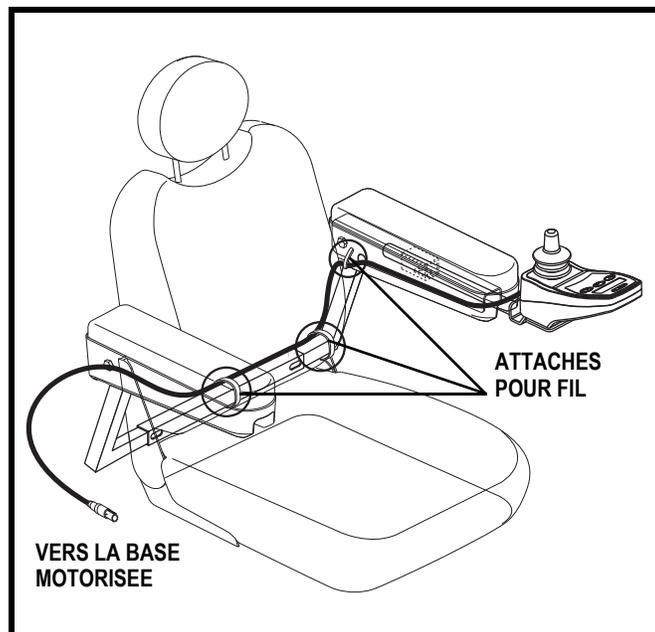

Figure 12. Câble sécurisé sur un siège Contour
6. Fixez le câble du contrôleur sous l'accoudoir avec des attaches pour fil. **Voir la figure 12.**